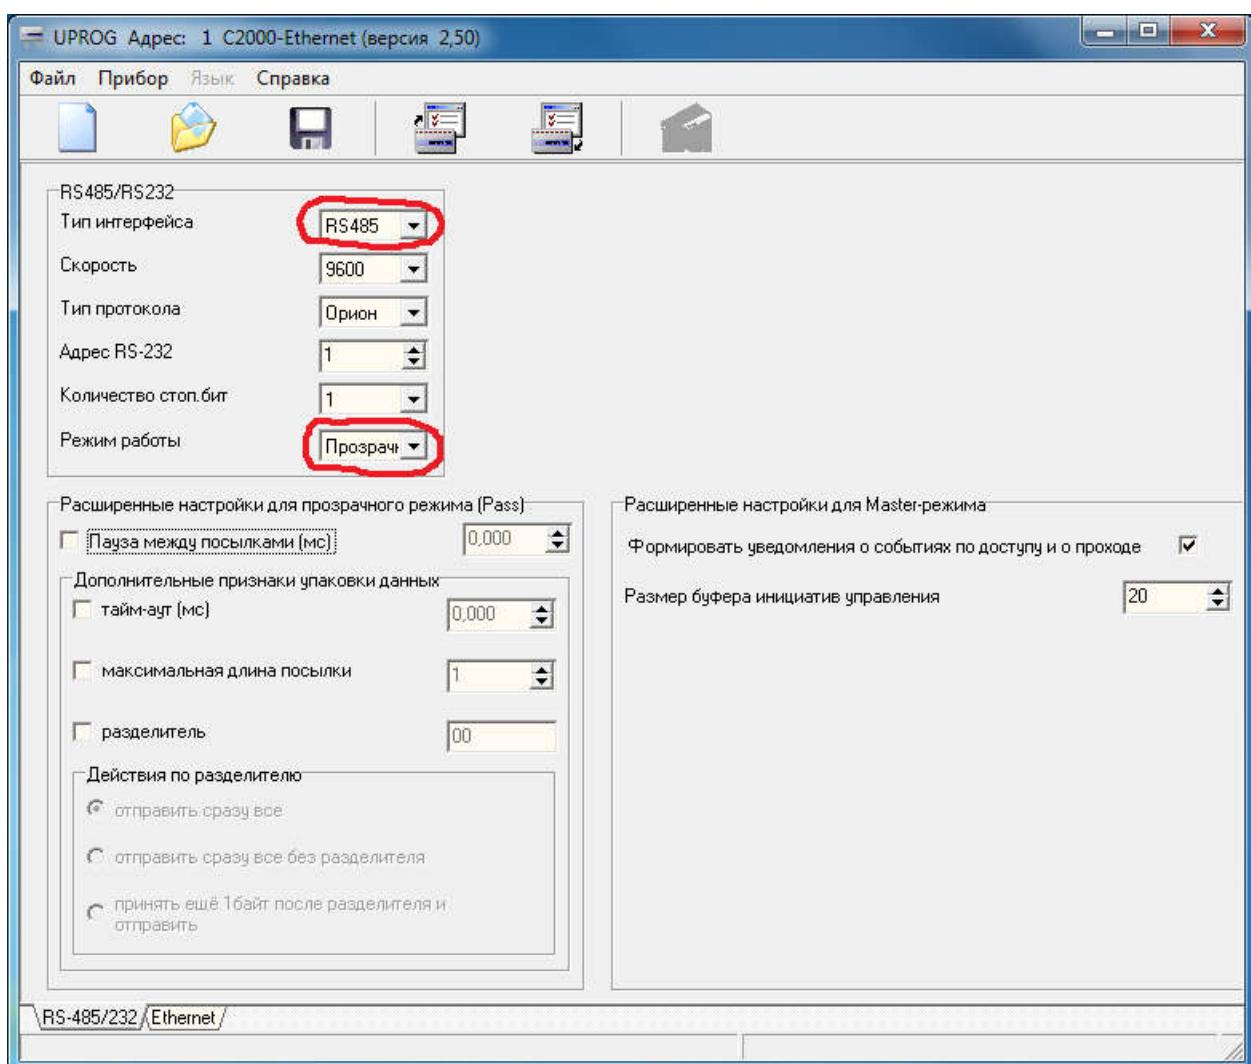

Рис.9. Настройка параметров C2000-Ethernet для конфигурирования контроллера доступа C2000-2.
- 4) Запустить программу UProg. Выполнить пункт меню «Прибор→Чтение конфигурации из прибора». В открывшемся окне указать номер COM-порта, выполнить поиск и считать конфигурацию C2000-Ethernet. На закладке с параметрами RS-485/232 установить параметр «Интерфейс = RS-485» и «Режим работы = прозрачный» (см. рисунок 9);